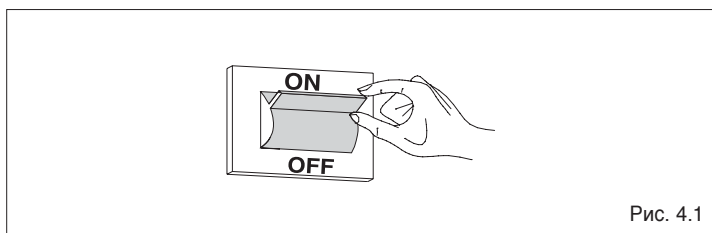

Рис. 4.1
- переведите общий выключатель системы в положение «включено» (Рис. 4.1);